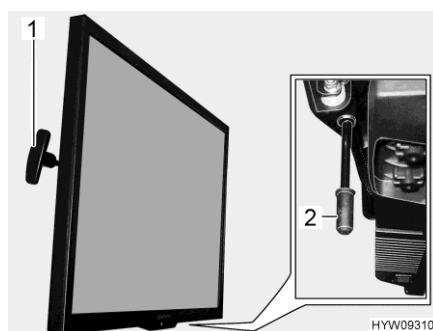

Fig. 97 Pantalla plana
- Tirar y detener el tirador (Fig. 97,1). La pantalla plana está desbloqueada.
- Tirar el tirador (Fig. 97,2) hacia abajo y mantenerlo ahí. La pantalla plana está desbloqueada.